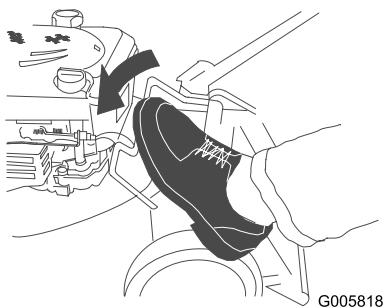

Figura 48
2. Premere la leva di rilascio della stegola (Figura 48).